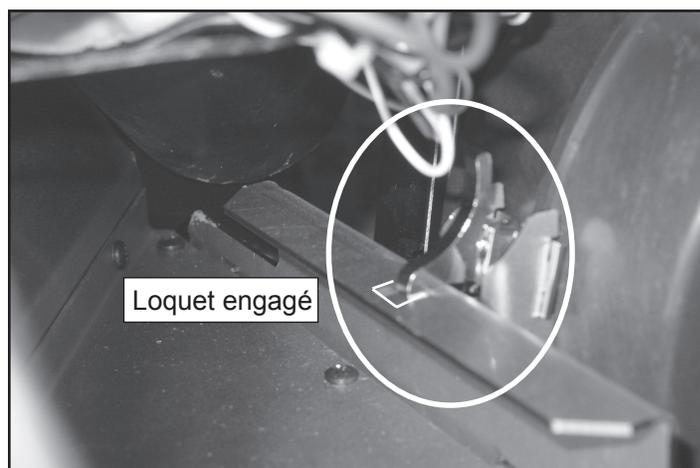

Figure 33.4
5. Une fois le ventilateur correctement positionné, l'attache s'engage dans l'encoche pour le maintenir en place (**Figure 33.4**).